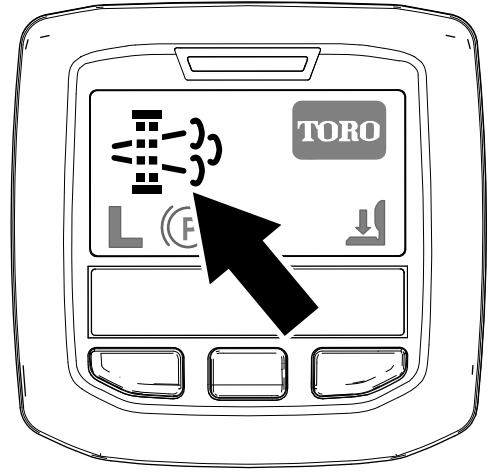

Figure 38
- L'icône de régénération en stationnement s'affiche dans l'InfoCenter (Figure 38).